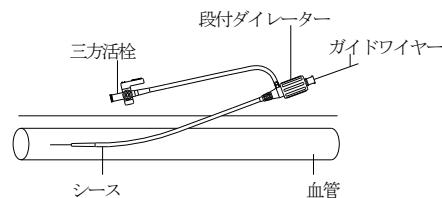

図3
- 一体化したシース・段付ダイレーターを、外部に出ているガイドワイヤーに通して、できるだけ皮膚と平行になるようにして血管内に挿入する(図3参照)。